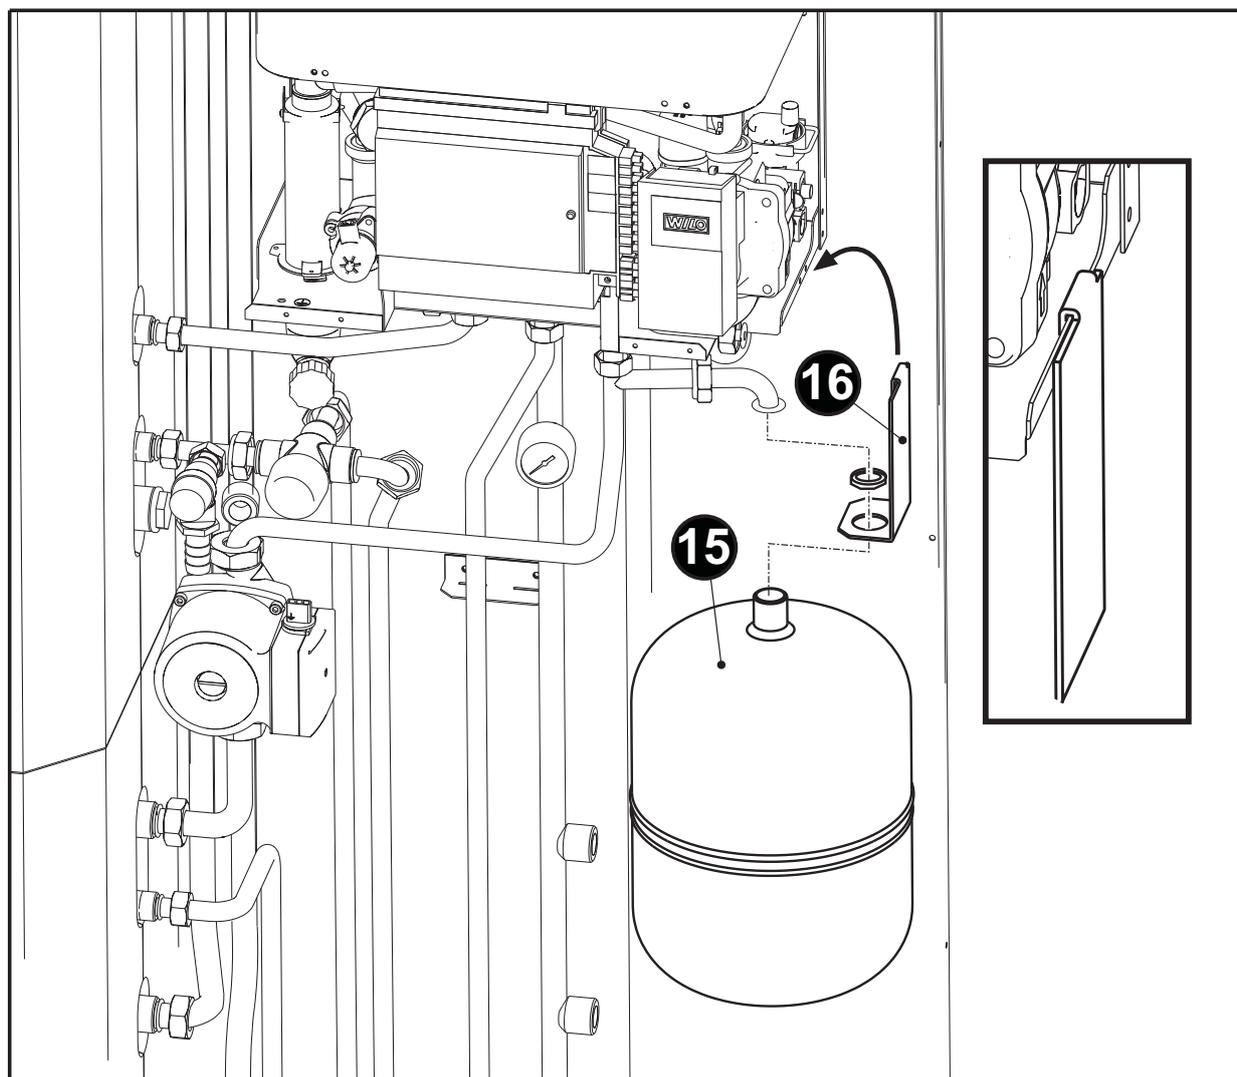

fig. 36
- Agganciare la “staffa - 16” alla caldaia come mostrato nel riquadro di fig. 36